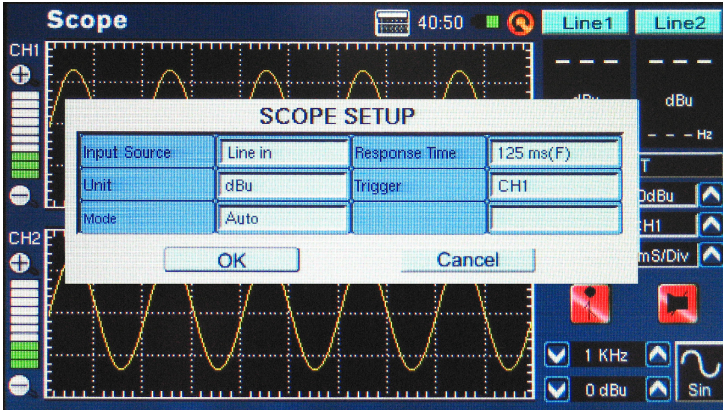

图 52
1. 进入Scope功能下的SET菜单(图52)。用户可调节输入声源，单位，响应时间和触发器。无论是Mic输入还是Line输入，scope功能都可用于许多种测量。